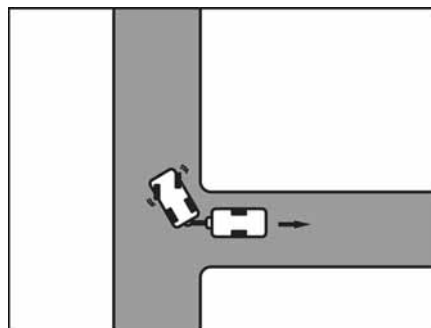

Fig. 13 Girar el volante hacia la derecha
- Girar el volante hacia la derecha y desplazarse hacia atrás con precaución (Fig. 13).